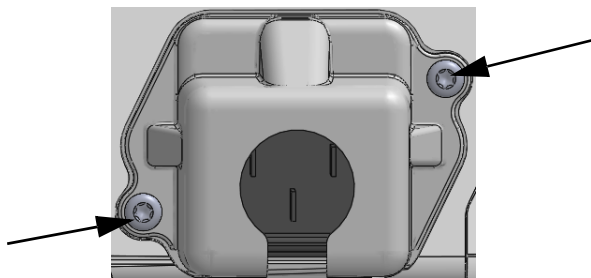

Figura 3-5 Coperchio dell'ingresso dell'alimentazione del monitor HemoSphere avanzato – posizioni viti
- 1 Se il coperchio dell'ingresso dell'alimentazione è già installato, rimuovere le due viti (figura 3-5) che fissano il coperchio dell'ingresso dell'alimentazione al pannello posteriore del monitor.